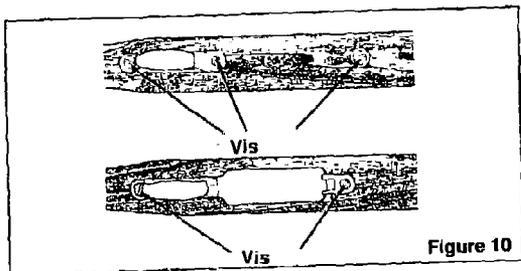

Figure 10
- 4 Enlevez les vis du pontet. Voir la figure 10